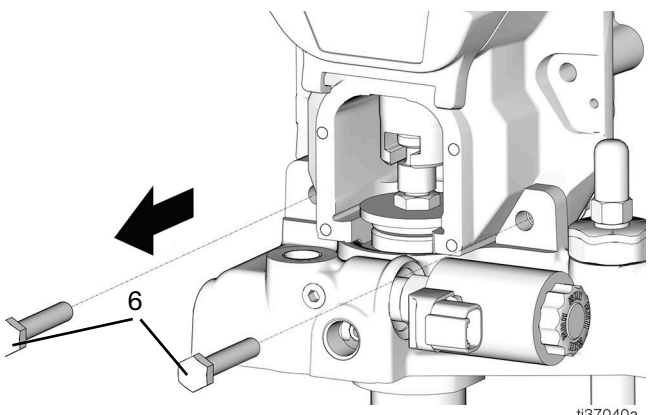

Рис. 70
30. Снимите два болта (6) и две гайки (7) (Рис. 70).